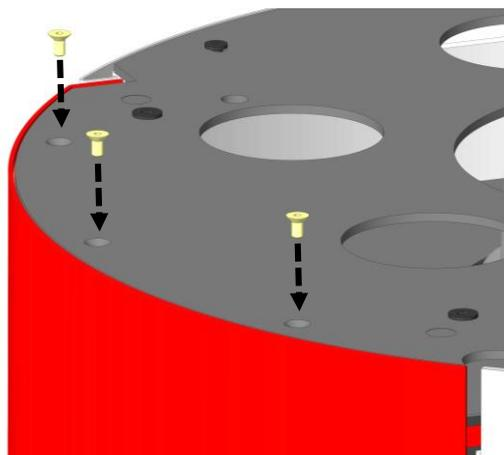

Abb. 4: Befestigungsschrauben oben
3. Zur Fixierung im oberen Bereich, drei der im Beipack enthaltenen Innensechskantschrauben, von oben durch den Deckel in die Bohrungen der Seitenverkleidungen schrauben (Abb. 4).